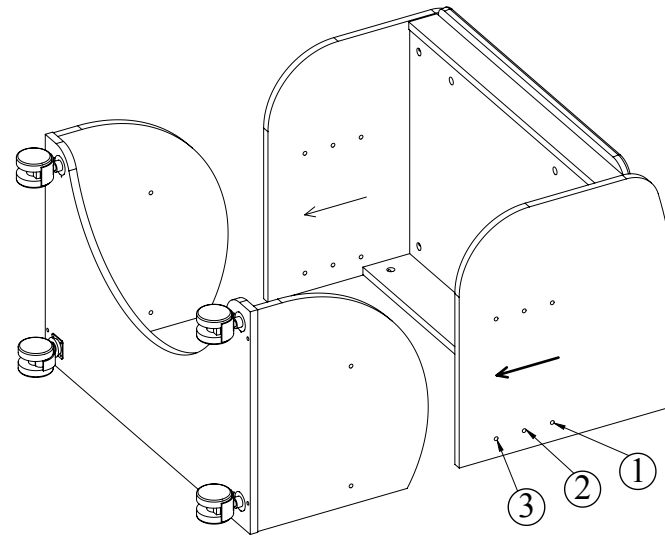

Рис.6
5. Закрепить деталь 8 на боковине 5, повернув конфирматным ключом головки минификсов. На полученную сборку установить боковину 6, закрепить (Рис. 6).